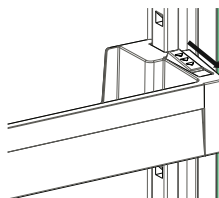

Fig. 1
**For å endre plasseringen av Adapti-Lift;** hold i bunnen av hyllen og trekk knappene på siden av dørhyllen til pilens retning (Fig. 1)